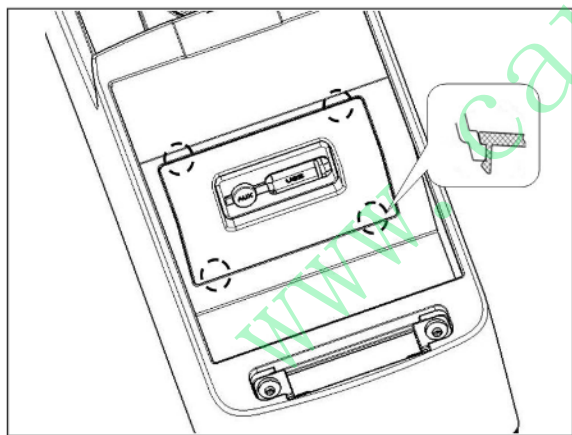

图4.2.4.2 USB安装面板的拆卸
2、用一字螺丝刀沿USB安装面板上端水平面与副仪表板本体配合处小心往后撬起安装板，直至将配合卡脚全部松开，向后翻转取下USB安装面板。如图4.2.4.2所示。